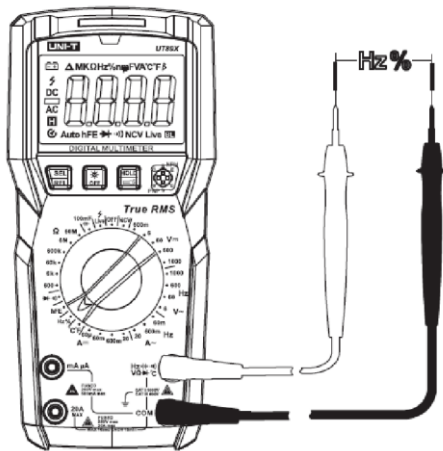

Рисунок 9
9.7 Измерение частоты, рабочего цикла (Рисунок 9)